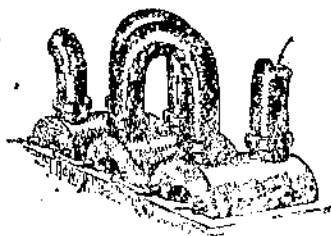

Рис. 16.
2. *Поглощение хлористого водорода водой.* Газообразный хлористый водород, выходящий по трубам из чаши и муфеля, поступает в поглощательное отделение. В нем находится целый ряд баллонов, сделанных из кислотоупорной глины, соединенных между собой двумя рядами труб. Трубы (рис. 16), широкие, глиняные, служат для прохождения газа в направлении, указанном стрелкой; трубы узкие, стеклянные, служат для пропускания через баллоны воды. Газ проходит над водой в направлении, обратном току воды. Вода поглощает хлористый водород и образует соляную кислоту.